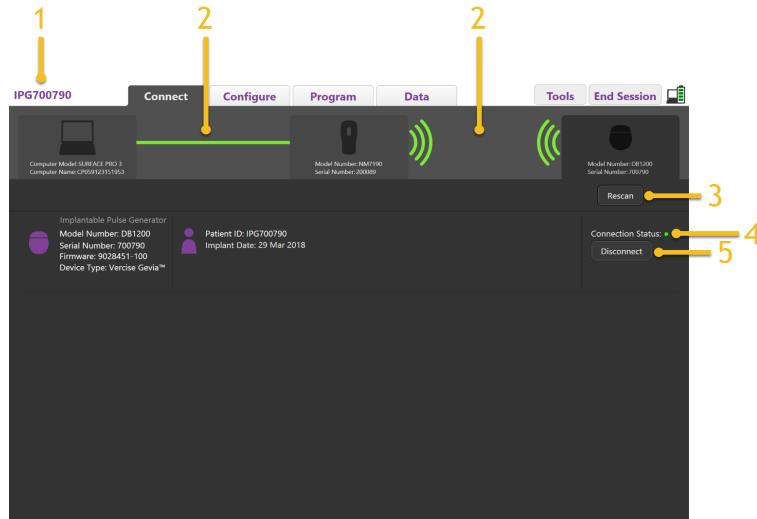

Figure 4. Connexion établie entre le PM et le stimulateur
5. Une fois une connexion établie entre le PM et le stimulateur, l'écran suivant s'affichera (Figure 4).